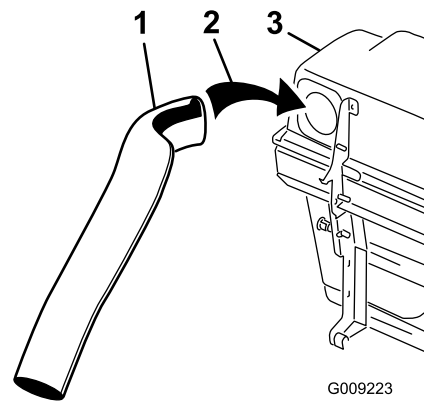

Figura 20
4. Insérez le tube supérieur dans l'ouverture du système de ramassage, puis ressortez-le de sorte que le joint en caoutchouc dépasse (Figura 20).